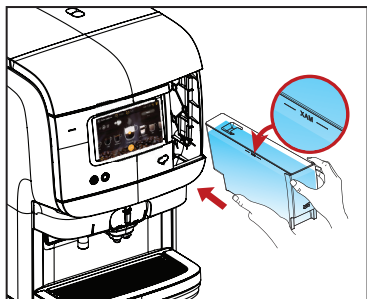

Bild 4
4. Fyll på vattentanken till MAX-nivån med färskt, rent vatten och sätt tillbaka den i automaten. (Se bild 4)